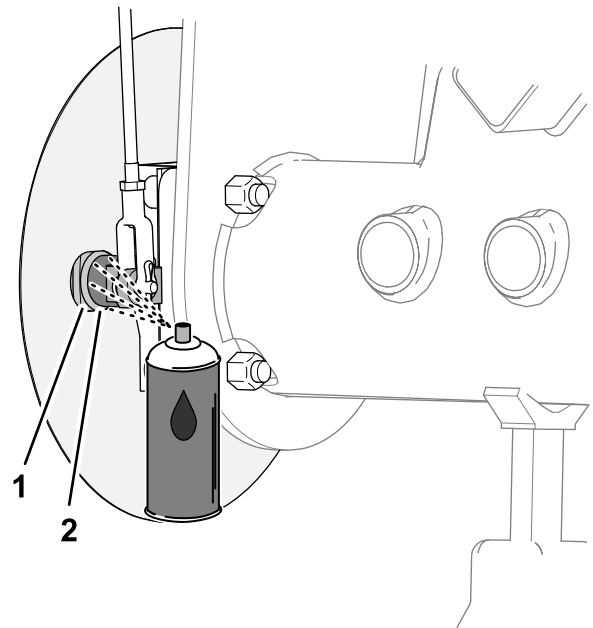
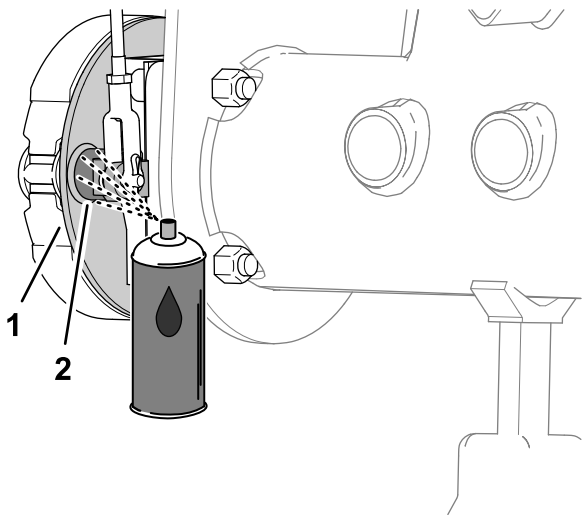

Figure 70
Figure 69
1. Sur l'intérieur du plateau de frein (modèles sans l'option déflecteur d'herbe de jante) ou du déflecteur d'herbe de roue (modèles avec l'option déflecteur d'herbe de jante), pulvérisez du dégrissant entre l'arbre à came de frein et le plateau de frein (Figure 69 ou Figure 70).